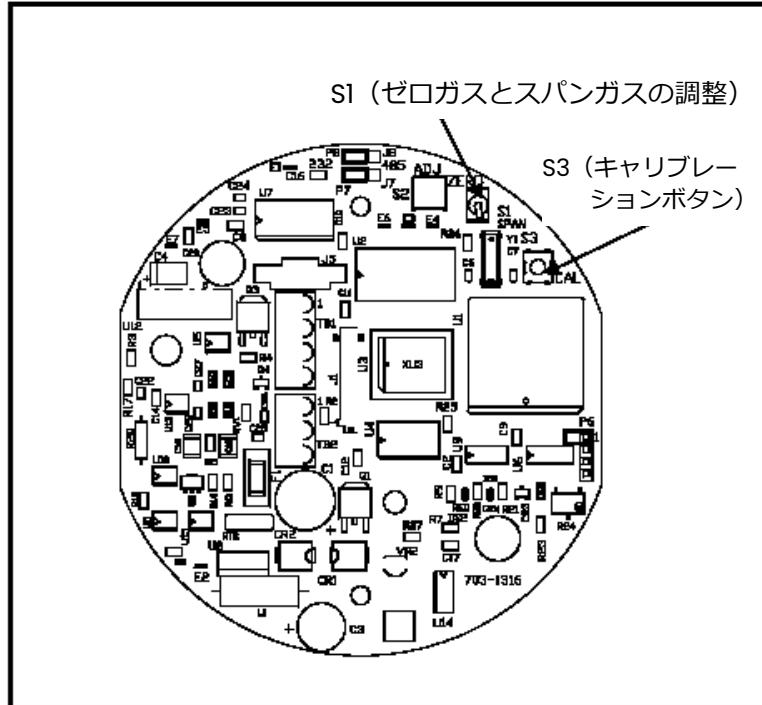

図 4-2 キャリブレーションスイッチの位置
3. XMTC のプリント基板 (PCB) は、カバーの真下に配置されています。図 4-2 をガイドとして使って、スイッチ S1 (ゼロガスとスパンガスの調整) と S3 (キャリブレーションボタン) を確認します。